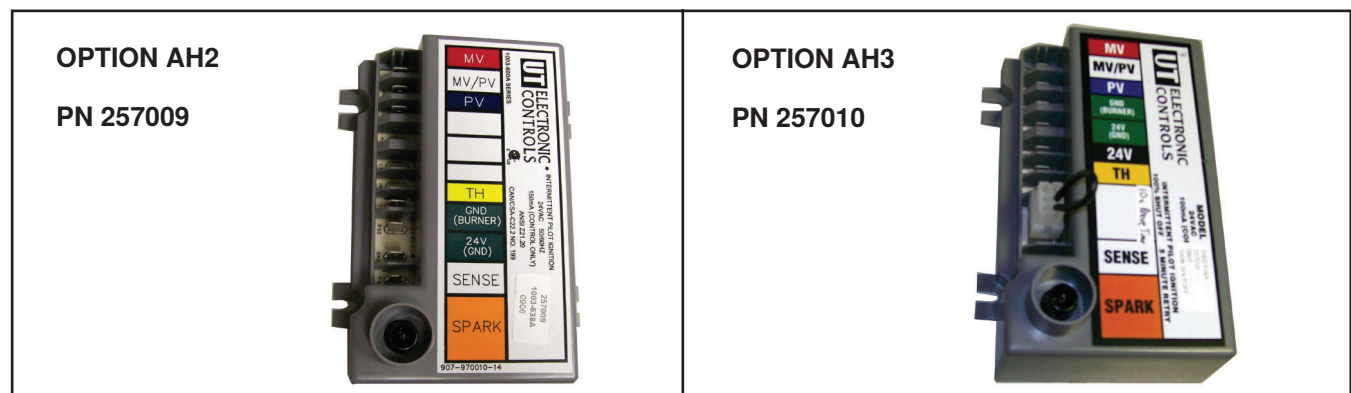

Figure 38. Contrôleurs d'allumage obsolètes
- c. Assurez-vous que l'éclateur à étincelle (voir **Figure 38**) est d'environ 0.100 pouce (2.5 mm).
REMARQUE : Pour remplacer un modèle plus ancien de module de commande d'allumage (voir **Figure 38), commandez la trousse de remplacement PN 257472 pour un module de commande d'allumage à réarmement (option AH2) ou PN 257473 pour un module de commande d'allumage à verrouillage (option AH3). Les codes d'option sont indiqués sur le schéma de connexions.**